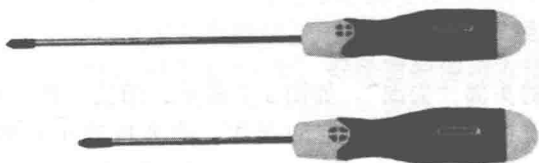

图 1-4 十字形改锥
② 十字形改锥：如图 1-4 所示，有时称梅花改锥，一般分为四种型号，其中 I 号适用于直径为 2~2.5mm 的螺钉；II、III、IV 号分别适用于直径为 3~5mm、6~8mm、10~12mm 的螺钉。